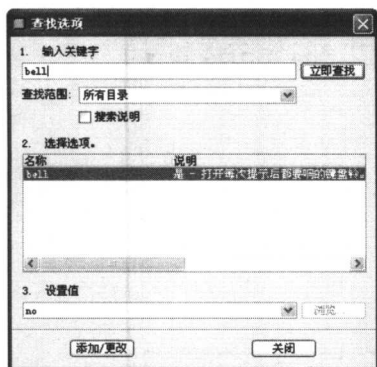

图 1-2 “查找选项”对话框
(2) 单击左下角的“查找”按钮,弹出“查找选项”对话框,在“输入关键字”文本框中输入 bell,单击“立即查找”按钮,此时“选择选项”列表框中显示了查找内容的相关说明,在“设置值”下拉列表框中选择 no,如图 1-2 所示。单击“添加/更改”按钮,将 bell 添加到“选项”对话框的“当前进程”列表中。